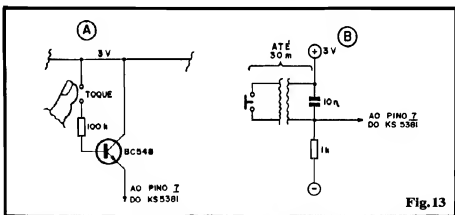

Fig.13
- FIG. 13 - DUAS POSSIBILIDADES OPCIONAIS DE CONTROLE PARA O MK2 - A configuração de "uma música de cada vez", para o MK2 (disposição básica na fig. 11) pode receber uma sofisticação representada pelo acionamento por toque (sem interruptor mecânico), simplesmente anexando o módulo descrito em 13-A (um BC548 e um resistor de 100K). O conjunto promove a "positivação" do pino 7 do KS5381 toda vez que os contatos são tocados pelo dedo do operador... Observar que - por uma questão de polarização e de compensação à natural "queda de voltagem" no próprio transistor, convém manter a Tensão geral de alimentação em 3V, nessa opção. Outra possibilidade: em algumas aplicações (eventualmente as que recebam amplificação de Potência na saída, conforme sugeriremos adiante...) pode ser conveniente o disparo remoto (distante da melodia... Se for simplesmente "puxado" um par de fios finos e um interruptor distante, o limite situa-se em torno de 1 ou 2 metros, pois comprimentos maiores poderão induzir interferências, zumbidos sobrepostos às melodias, etc. (além de eventuais disparos "falsos", ocasionados por transientes eletro-magnéticos captados pela longa fiação...). Um jeito